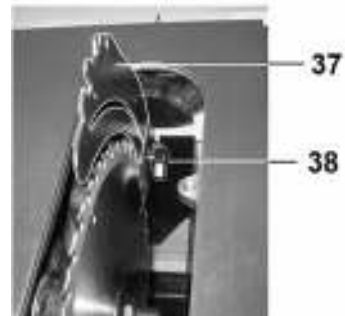

Рис. 18
8.5.5. Если предстоит распиловка заготовок, ослабьте фиксацию винта (38) переведите расклинователь (37) в верхнее положение и закрепите его винтом (38), Рис.18.
### 9.5. Расклинователь (Рис. 18)